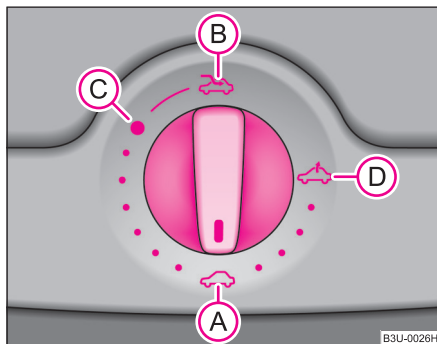

Abb.30 Drehschalter für das elektrische Schiebe-/Ausstelldach
Das Schiebe-/Ausstelldach wird mit dem Drehschalter ⇒ Abb. 30 bedient und funktioniert nur bei eingeschalteter Zündung. Der Drehschalter hat mehrere Raststellungen.
- Drehen Sie den Schalter in Stellung **(C)** ⇒ Abb. 30.
- Drehen Sie den Schalter in Stellung **A** ⇒ Seite 44, Abb. 30.
Das Schiebe-/Ausstelldach ist mit einem Überlastungsschutz ausgestattet. Das Schiebe-/Ausstelldach stoppt und kehrt einige Zentimeter zurück, wenn es sich durch ein Hindernis (z. B. Eis) nicht schließen lässt. Das Schiebe-/Ausstelldach können Sie ohne Überlastungsschutz ganz schließen, wenn Sie den Schalter in Stellung **A** ⇒ Seite 44, Abb. 30 vorn oder hinten so lange drücken, bis das Schiebe-/Ausstelldach vollständig geschlossen ist ⇒ .
Nach jeder Notbetätigung (mit Innensechskantschlüssel) muss das Schiebe-/Ausstelldach in die Grundstellung gebracht werden. Deshalb müssen Sie den Drehschalter in die Schalterstellung **(A)** ⇒ Seite 44, Abb. 30 etwa 10 Sekunden lang vorn drücken. ■